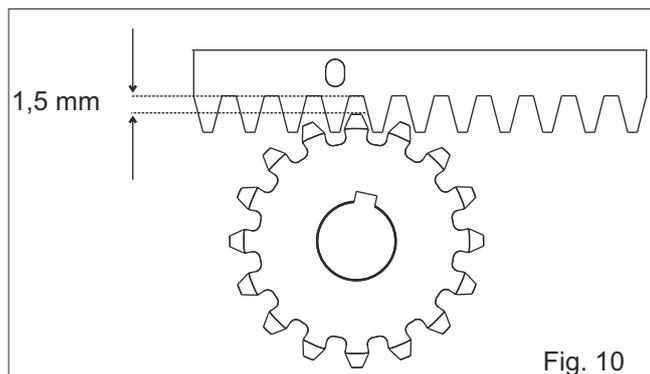

Fig. 10
5.6. Toda la cremallera va levantada de 1,5 mm para evitar que el peso de la cancela llegue hasta el piñon (Fig. 10), **Atención:** mantener un juego de al menos 0,5 mm entre diente de piñon y diente de cremallera;